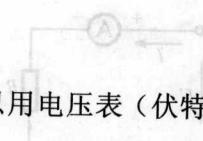

图 1.5 直流电压的测量
3) 电压的测量: 电路中任意两点之间的电压大小可以用电压表 (伏特表) 进行测量, 如图 1.5 所示。